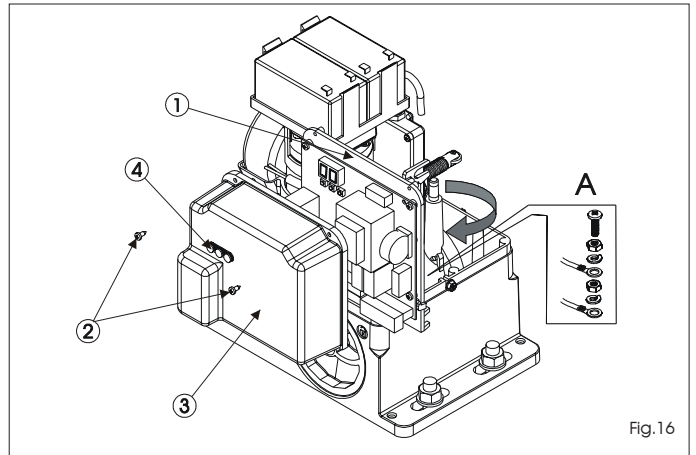

Fig.16
Conecte el cable de puesta a tierra como se indica en la Fig. 16 ref. A
En los motorreductores el equipo electrónico de mando está fijado a un soporte orientable (Fig. 16 ref. 1) con tapa transparente (Fig. 16 ref. 3). En la tapa se han posicionado los pulsadores de programación de la tarjeta (Fig. 16 ref. 4), esto permite programar la tarjeta sin tener que quitar la tapa.